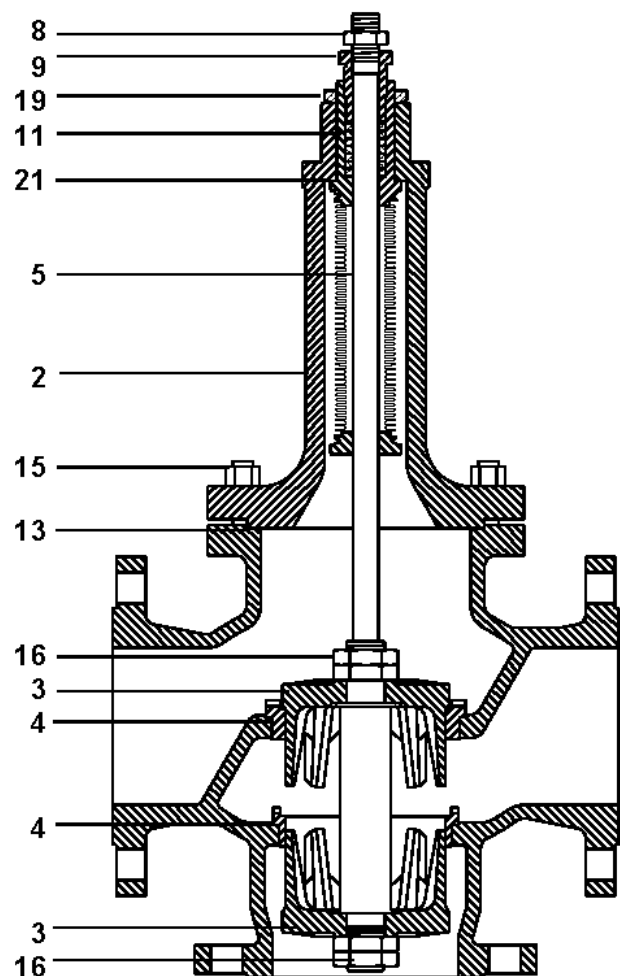

Fig. 11 Vanne de répartition
4.3.3 Procédure pour le remplacement du clapet, des sièges et du soufflet sur les vannes de répartition (se référer à la Fig. 11)